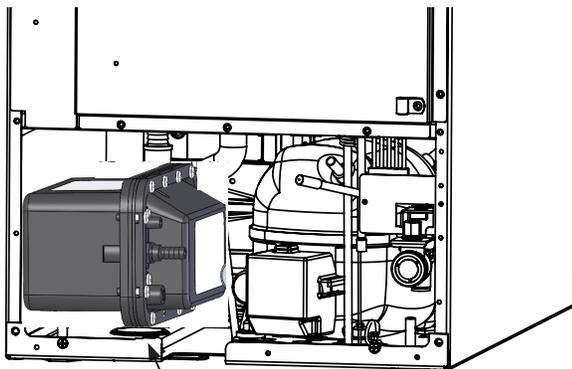

Figure 38
6. Faites pivoter la pompe de vidange et retirez-la de l'appareil à glaçons (voir Figure 38). Il pourrait être nécessaire de déconnecter le fil de mise à la terre dans la bride arrière du bâti. (Voir Figure 34).